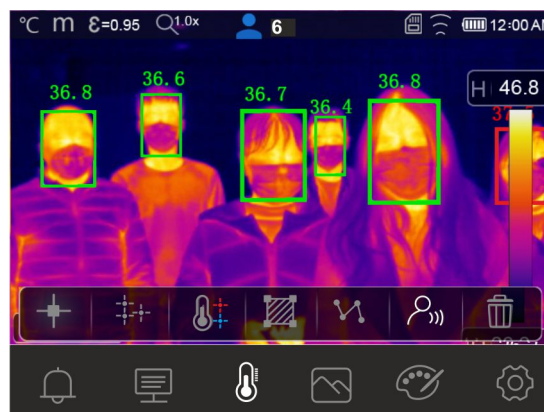

Fig. 36: Modo Faccia su più persone
7. Il Modo Faccia permetta la valutazione della temperatura facciale su più persone (**fino a 10 persone**) simultaneamente (vedere Fig. 36). Il contatore “👤” presente nella parte alta del display indica il numero di rilevazioni statisticamente valide